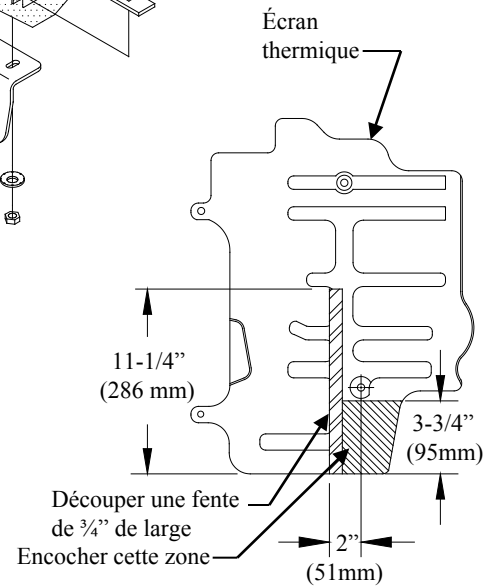

Figure 2
4. Découper l'écran thermique comme illustré à la figure 2.